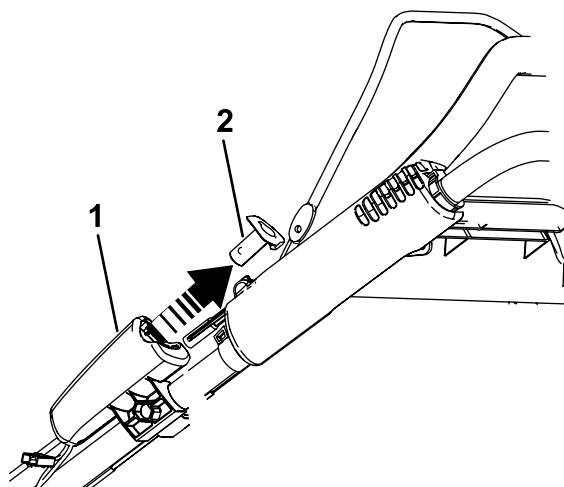

Bild 23
1. Entfernen Sie den Taster für Elektrostart (Bild 23).